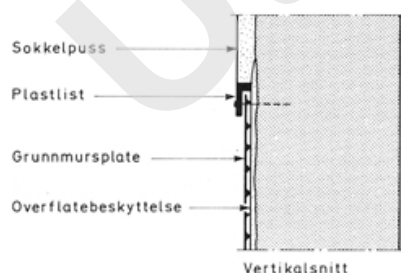

Fig. 23
- Grunnmursplater av plast med knaster eller riller hindrer at fukt kommer i direkte kontakt med veggene. Platene monteres med knastene eller rillene inn mot veggene slik at det dannes en smal luftspalte mellom grunnmursplate og vegg. Utenfor grunnmursplatene må det være et trykkbrytende, drenerende lag. Grunnmursplatene monteres med omlegg etter produsentens anvisning. Platene klemmes inn mot veggene ovenfor med en L-formet plastlist som er spesielt laget til dette formålet. Sokkelpussen avsluttes ned mot plastlisten, se fig. 23. En teknisk brukbar løsning er også å føre grunnmursplatene 20–30 mm opp over terrengnivå uten toppavdekning der dette ikke gir estetiske betenkeligheter.